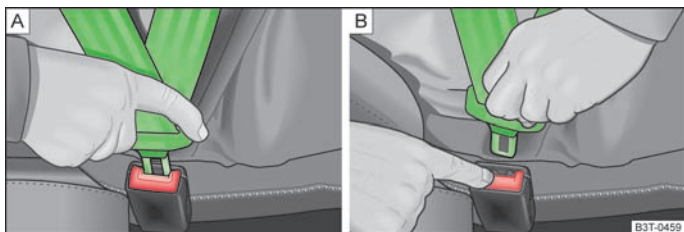

Fig. 79 Allacciare/Slacciare le cinture di sicurezza
- Infilare la linguetta nella fibbia del sedile » fig. 79-A finché non si aggancia in maniera udibile.
- Premere il tasto rosso sulla fibbia della cintura » fig. 79 - B la linguetta sarà espulsa.